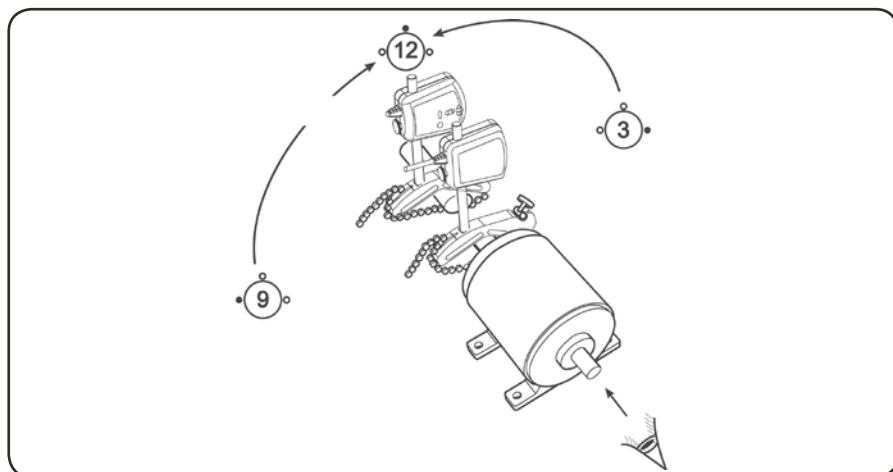

Fig. 10. A posição de 12'horas
- a) Coloque as duas unidades de medição na posição das 12 horas com a ajuda dos níveis de bôlha (fig. 10).